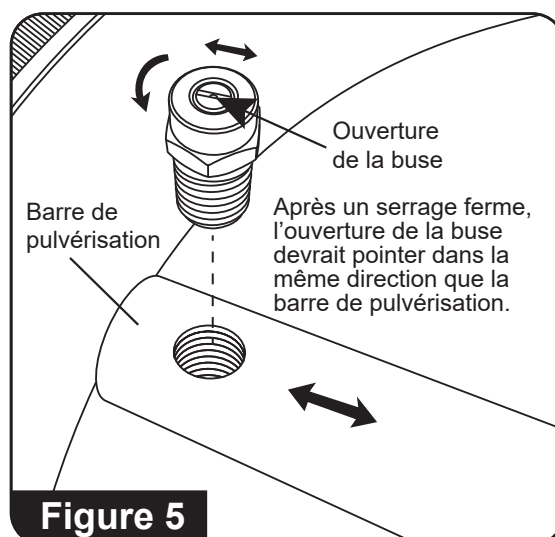

Figure 5
7. Réinstallez les buses sur la barre de pulvérisation. Serrez fermement. Alignez l'ouverture de la buse tel que l'illustre la **figure 5**.